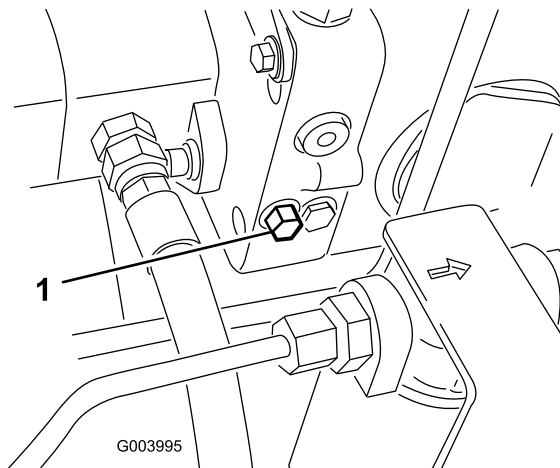

Bild 62
1. Suchen Sie das Sicherheitsventil auf der linken Seite des Hydrostatikantriebs (Bild 62).